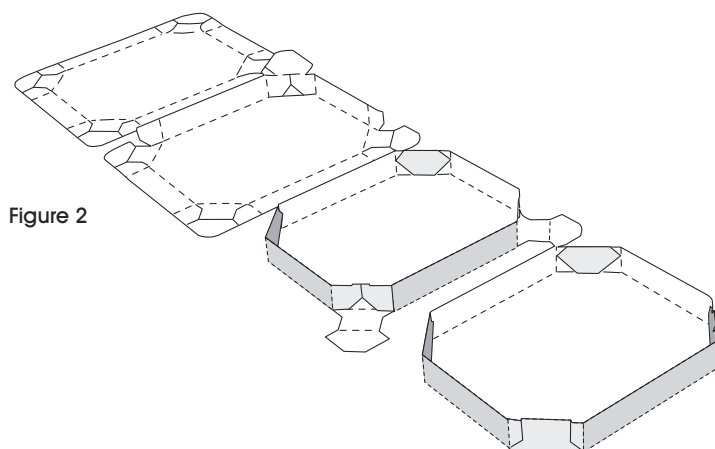

Figure 2
2. Pliez les quatre côtés vers le haut, en rentrant les extrémités vers l'intérieur pour former les coins à angle. (Voir Figure 2)